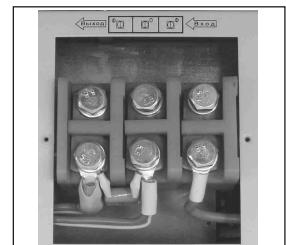

Рис. 6. Клеммник
**Клеммник для стационарного подключения нагрузки (рис.6).** Подсоединение к клеммнику необходимо производить только при отключенном питании и в строгом соответствии с надписями на нем «Вход», «Выход», «Ф», «0».